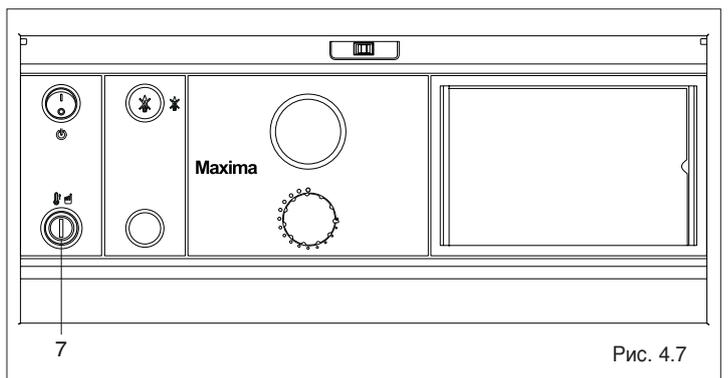

Рис. 4.7
- Снимите колпачок с предохранительного термостата (7, Рис. 4.7)